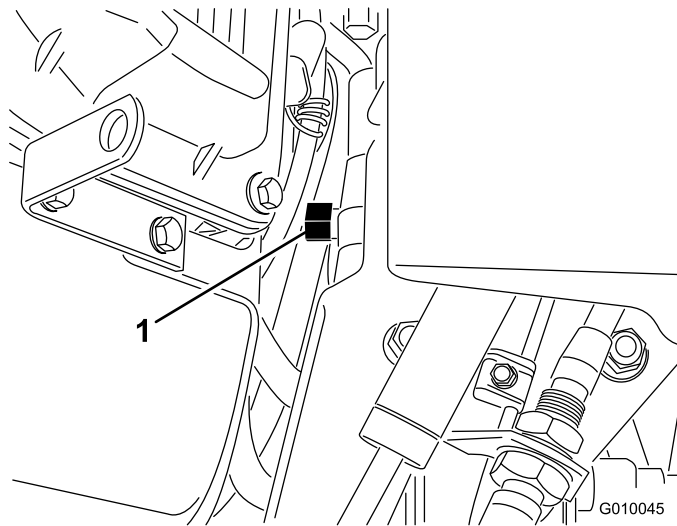

図 30
2. レンチ (5/8") を使ってバイパス・バルブを左回りに1回転させる。これで油圧回路がバイパスされ、車輪が自由に回るようになる (図 30)。
4. エアレータの運転を再開するには、バイパス・バルブを右回りに1回転させる (図 30)。